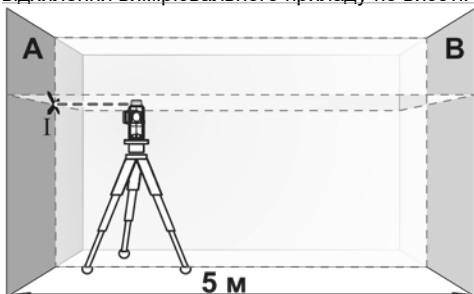

Рисунок 4
3.5.2 Спрямуйте лазерну проекцію на ближчу стіну «А» та зачекайте, поки промінь автоматично вирівняється. Позначте середину точки, в якій лазерні лінії перетинаються на стіні (точка «I», рисунок 4).